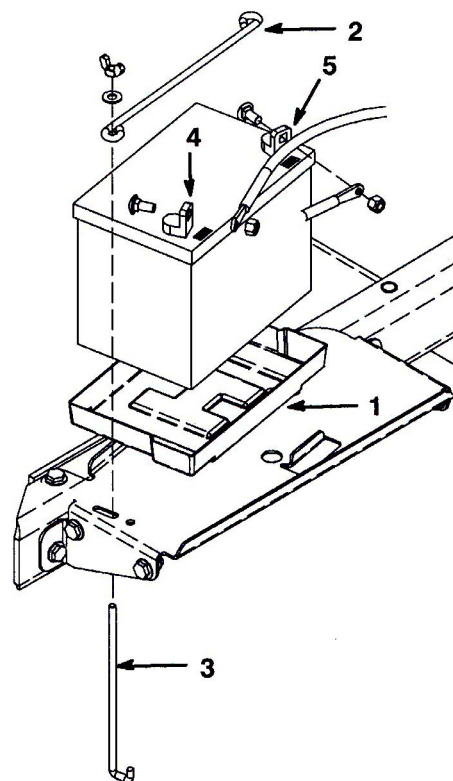

図 5
8. バッテリー・トレイ (図5) にバッテリーを取り付ける；
9. 横棒 (2 本)、縦棒 (2 本)、平ワッシャ、と蝶ネジ (2 個) でバッテリーを固定する (図5)。
10. プラス (赤) ケーブルをプラス (+) 端子に、ボルトと蝶ナットで固定する。次に、マイナス (黒) ケーブルをマイナス (-) 端子に接続し、ボルトと蝶ナットで固定する (図5)。ショート防止のために (+) 端子にゴムキャップをかぶせる。